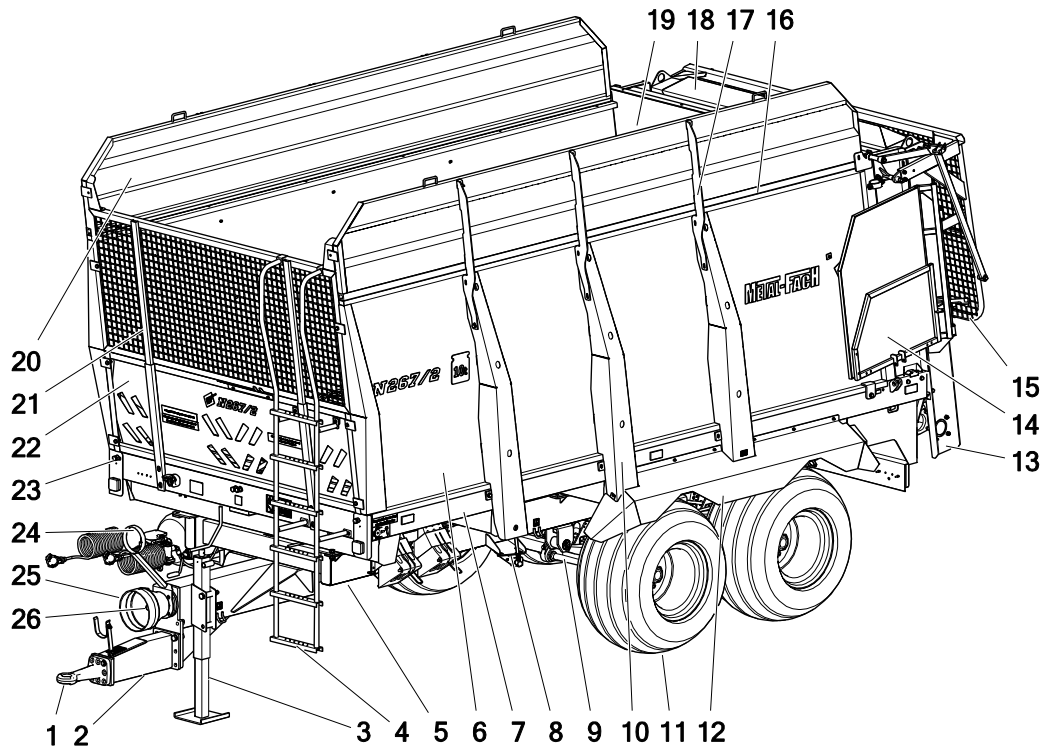

Abbildung 4. Allgemeiner Aufbau des Dungstreuers der Serie N267:
Die Konstruktion des Dungstreuers ist in Abbildung 4 dargestellt. Die Hauptkomponenten des Streuers sind der untere Rahmen (5), auf dem der obere Rahmen (7) montiert ist. Zum unteren Rahmen (5) werden solche Elemente, wie das ungefederte Tandem (9) an den Dungstreuern N267 und N267/1 montiert, an den Dungstreuern N267/2 hingegen gefederte Achsen. Zusätzlich montieren wir im vorderen Teil des unteren Rahmens einen Aufhängungsadapter (2) zusammen mit der Zugöse (1) in verschiedenen Konfigurationen je nach Kundenwunsch. Ein mechanischer Stützfuß (3) gehört ebenfalls zur Grundausstattung.